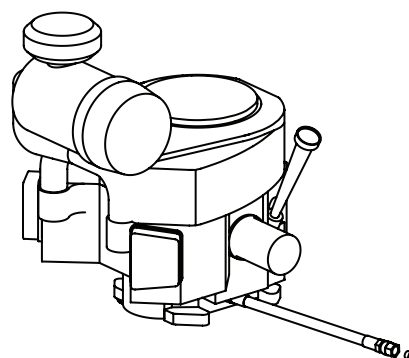

Figure 35
- Localisez le tuyau de vidange d'huile sur le moteur (Figure 35).
- Tout en maintenant l'extrémité libre du tuyau de vidange d'huile au-dessus du récipient de collecte d'huile, dévissez le bouchon à tête carrée de l'extrémité du tuyau (Figure 35 à la page 65). Vidangez l'huile moteur dans le récipient de récupération d'huile.